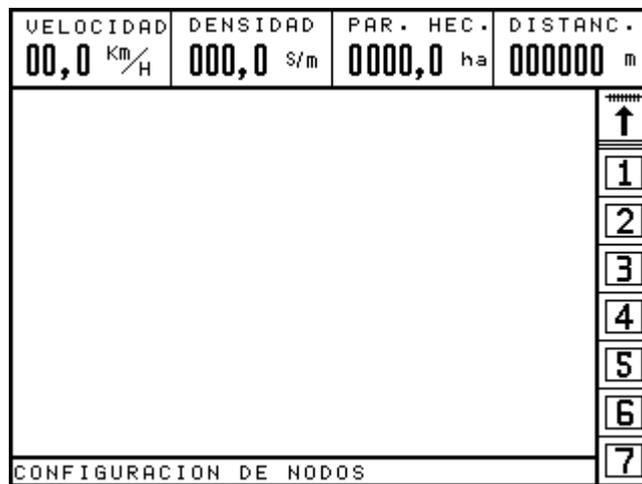

Figura 28. Inicio del proceso de configuración de nodos
- Ingrese en la función de CONFIGURACIÓN DE NODOS,** del siguiente modo: encienda el monitor presionando la tecla e inmediatamente mantenga presionada la tecla hasta oír dos “*bips*”. Entonces, en el área de mensajes aparecerá la leyenda “CONFIGURACIÓN DE NODOS”, indicando que se ha iniciado el proceso (Figura 28).